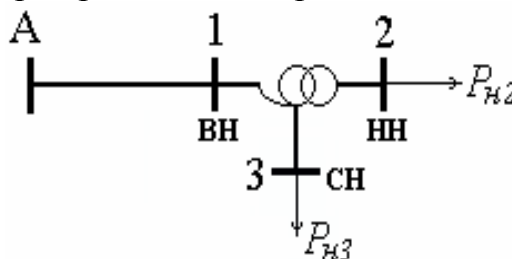

Рис. 51. Схема сети к задаче 27
**Задача 27.** Выполнить расчет параметров режима электрической сети, изображенной на рис. 51, методом последовательных приближений. Центр питания - узел А, в котором поддерживается напряжение  $U_A = 230$  кВ. Мощности нагрузок составляют:  $P_{н2} = 20$  МВт при  $\cos\varphi = 0,9$ ,  $P_{н3} = 30$  МВт при  $\cos\varphi = 0,93$ .